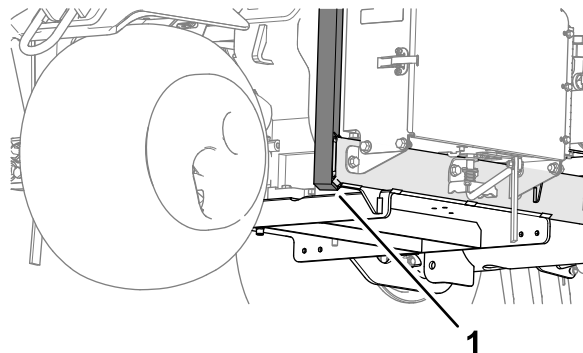

図 127
3. 機体前部のホイールサポートアームの下にジャッキを確実に置く **図 127**。